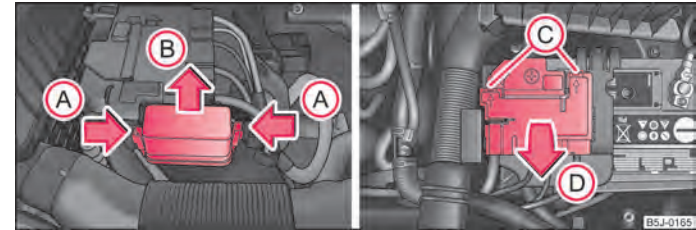

Abb. 153 Batterie: Sicherungsdeckel
- Drücken Sie die Verrastungen der Sicherungsabdeckung gleichzeitig in Pfeilrichtung (A) zusammen → Abb. 153, schieben Sie die Abdeckung in Pfeilrichtung (B) heraus.
- Entriegeln Sie mit einem flachen Schraubendreher die Halterungen in den Öffnungen (C) und klappen Sie die Abdeckung nach oben in Pfeilrichtung (D).